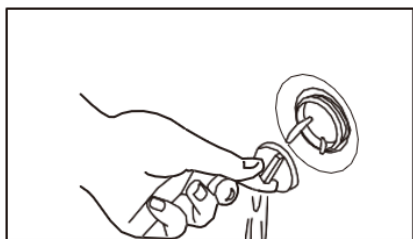

Рис. 9
- Злийте воду з відпарювача, відкрутивши зливну пробку (внизу основного корпусу) та спорожнивши його вміст (див. Рис. 9). ЗАВЖДИ зливайте воду лише після повного охолодження приладу.